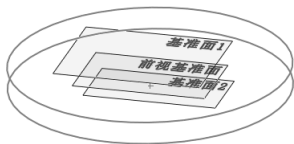

图 3-35 绘制两个圆
STEP 3 分别进入新创建“基准面 1”和“基准面 2”的草绘环境，并分别绘制以草绘原点为圆心，半径为 370mm 的圆，如图 3-35 所示。